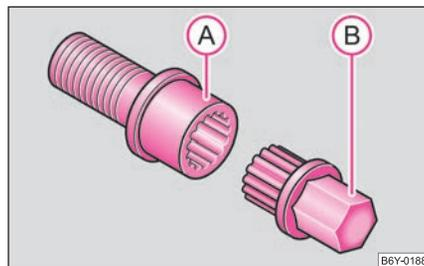

Abb. 160 Sicherheitsradschraube mit Adapter
- Stecken Sie den Adapter **(B)** mit seiner verzahnten Seite bis zum Anschlag so in die innere Verzahnung der Sicherheitsradschraube **(A)**, dass nur noch der äußere Sechskant herausragt ⇒ Abb. 160.